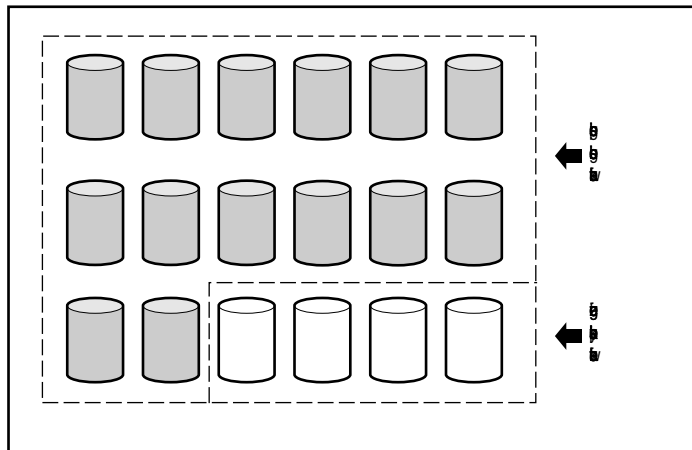

Abbildung D-8. Hinzufügen zusätzlicher physischer Laufwerke
Der Array Controller erlaubt die Konfiguration von einem oder mehreren logischen Laufwerken in einem Drive Array. Der Controller unterstützt darüber hinaus die Vergrößerung der Kapazität eines vorhandenen logischen Laufwerks. Ein bestehendes Array kann durch das Hinzufügen von einem oder mehreren logischen Laufwerken oder indem die Kapazität eines vorhandenen logischen Laufwerks vergrößert wird, erweitert werden. Damit genügend Speicherplatz für zusätzliche Kapazität vorhanden ist, müssen physische Laufwerke hinzugefügt werden. (Siehe Abbildung D-8).
**Beispiel:** Nehmen wir an, Sie haben insgesamt 14 physische Laufwerke, und Sie möchten das Array auf 18 Laufwerke erweitern. Rufen Sie das Array Configuration Utility (ACU) auf, und installieren Sie vier entsprechende Laufwerke in den leeren Laufwerksschächten. Zu diesem Zeitpunkt liegt die in Abbildung D-8 dargestellte Situation vor, wobei die ursprünglichen Daten (ursprüngliches logisches Laufwerk) durch grau hinterlegte Laufwerke und die neuen Laufwerke weiß dargestellt werden. Führen Sie das Array Configuration Utility aus, das Sie auf der Compaq SmartStart and Support Software CD finden, um den in Kapitel 6 beschriebenen Erweiterungsvorgang zu beginnen.